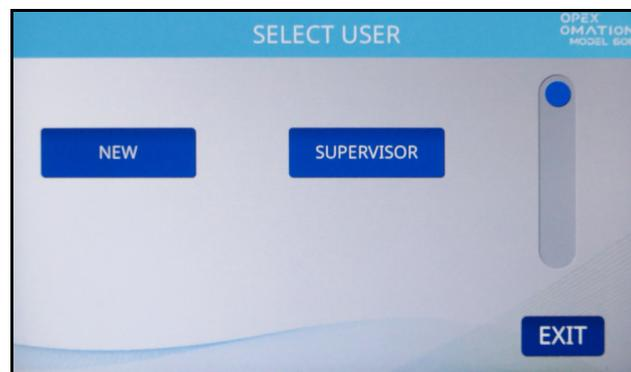

Abbildung 5-3: Bildschirm „Benutzer auswählen“
3. Wählen Sie Ihr Benutzer-Login. Ein neuer OM606 enthält zwei Standardbenutzer (Abbildung 5-3):